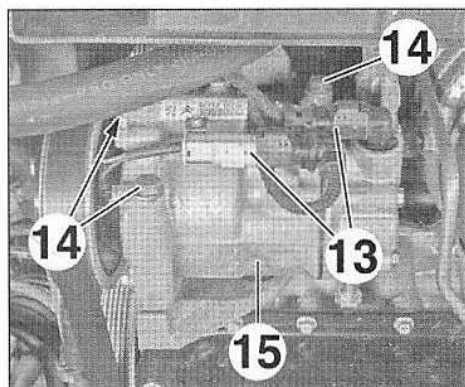

FIG.138
- Débrancher les connecteurs (13) (Fig.138).
- Déposer les vis (14).
- Sans débrancher les canalisations de climatisation, écarter et brider le compresseur (15).